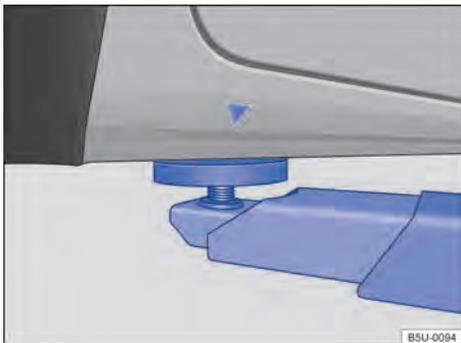
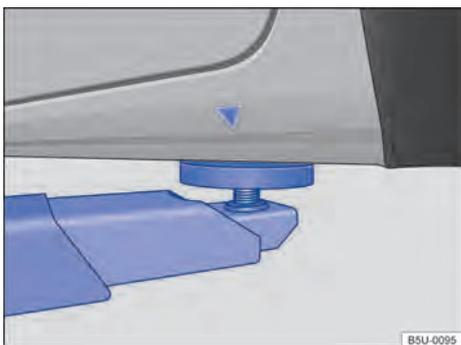

Fig. 216 Puntos de apoyo delanteros para la suspensión con plataforma elevadora o con gato.
Fig. 217 Puntos de apoyo traseros para la suspensión con plataforma elevadora o con gato.
El vehículo debe ser suspendido solamente por los puntos indicados en las figuras → fig. 216 y → fig. 217. Si el vehículo no está suspendido por los puntos indicados, pueden ocurrir daños en el vehículo →  y lesiones graves → .
- Suspender el vehículo solamente por los puntos indicados en las figuras → fig. 216 y → fig. 217. Si el vehículo no es suspendido por los puntos indicados, puede caer de la plataforma elevadora cuando, por ejemplo, se desmonta el motor o la suspensión.